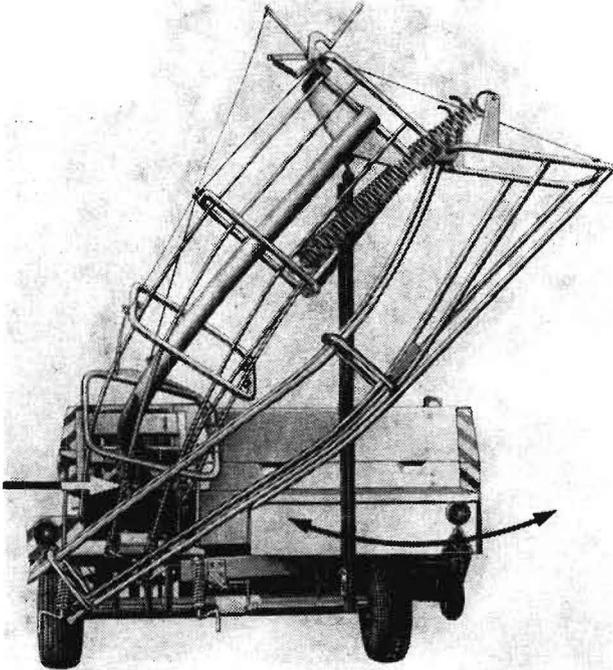

Bild 47
Das Halteseil (S) wird aus der Halterung (Bild 9) genommen. Der Karabinerhaken mit dem Seil verbleibt danach in der Schlaufe am Schurrenunterteil. Man zieht die Reißleine (R) und das Schurrenoberteil senkt sich mit dem Ballenstrang ab. Die sich noch im Schurrenoberteil befindenden Ballen werden entfernt und das Schurrenoberteil an das Schurrenunterteil geklappt, wo es verkettet und angeschlossen wird (Bild 47).